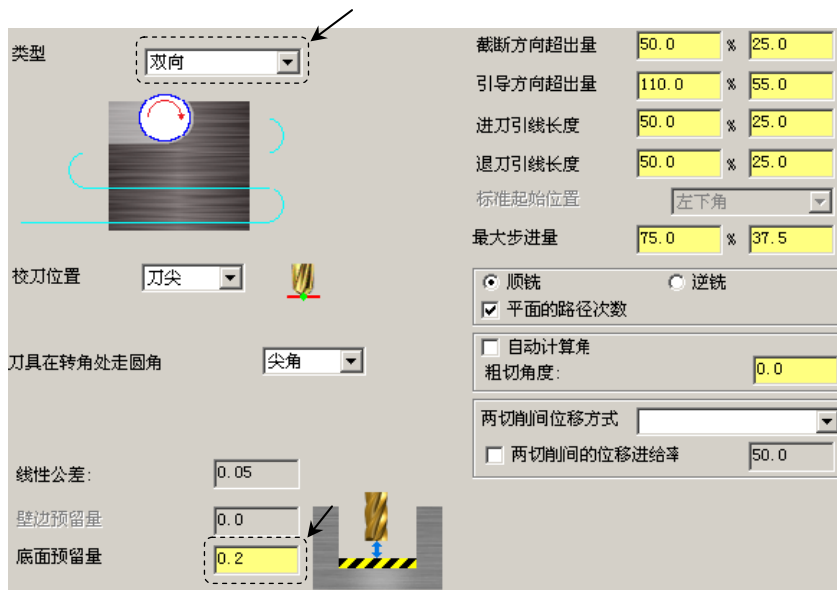

图 11.9 “切削参数”参数设置界面
Step8. 设置加工参数。在“2D 刀具路径-平面铣削”对话框的左侧节点列表中单击 **切削参数** 节点，设置图 11.9 所示的参数。